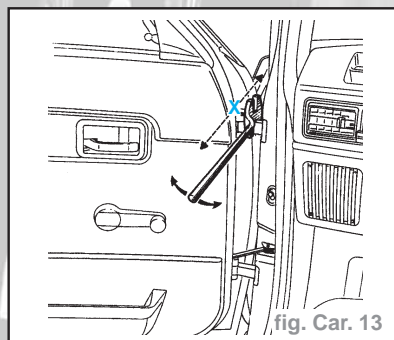

fig. Car. 13
- Cet outil permet de modifier la position "X" du charnon soudé du pied avant ou milieu de caisse (fig. Car. 13).